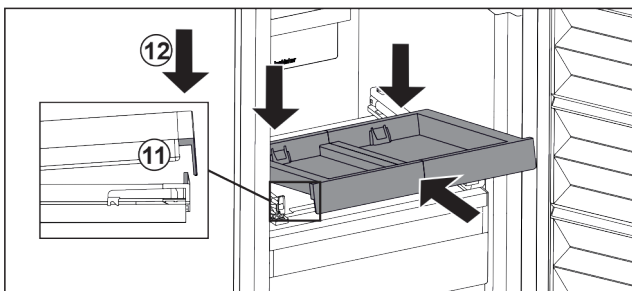

Fig. 143
- Gurnite ukoso. Pazite na to da je na obje strane graničnik iza jezička. Fig. 143 (11)
- Spustite izvlačnu ploču naprijed. Fig. 143 (12)